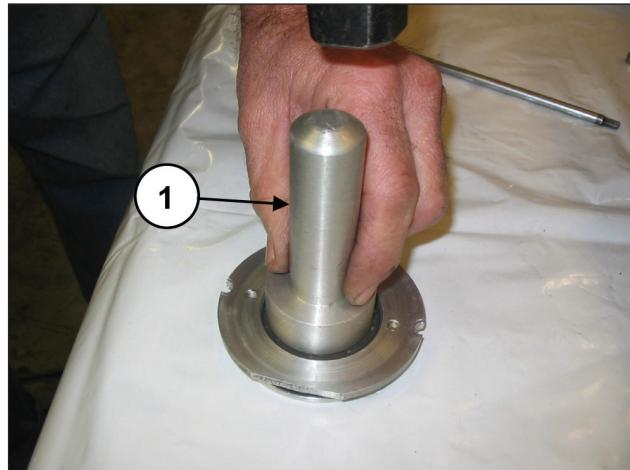

Abb. 174
Montieren Sie den Ölabstreifring in den Ölabstreifring-Deckel (Pos. ①, Abb. 174) mithilfe eines Dorns Art. 27910900.